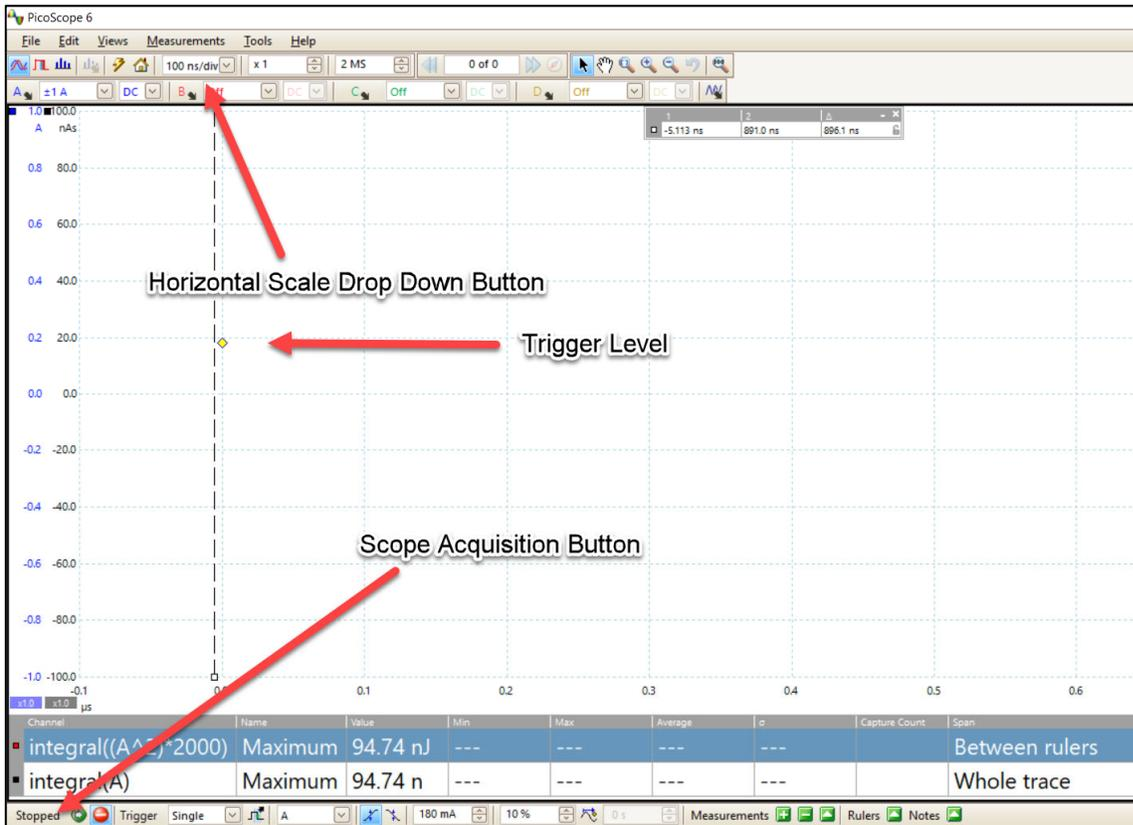

图 7. PicoScope 软件中开启“Waveform Waveform Verification Setup file（验证设置文件）”页面截图
10. 如果需要，在 PicoScope 软件中，将黄色触发图标（Trigger Level）移动到左侧垂直刻度上示波器零线（0.2A）的上方（图 7）。
11. 确保示波器水平刻度设置为每格 100 ns（图 7）。
13. 单击屏幕左下角的“Stopped（停止）”按钮，将示波器置于“acquisition（采集）”模式。“Stopped（停止）”字样将变更为“Running（运行）”（图 7）。
9. 单击屏幕左下方的“Stopped（停止）”按钮，将示波器置于“Acquisition（采集）”模式。“Stopped（停止）”字样将变为“Running（运行）”（图 7）。